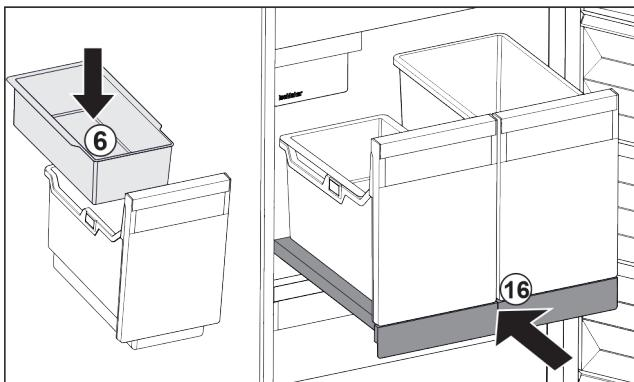

Fig. 30
- Поставете окачващата се поставка Fig. 30 (6) за ледени кубчета.
- Вкарайте изтеглящата се дъска със съдовете (IceTower). Fig. 30 (16)